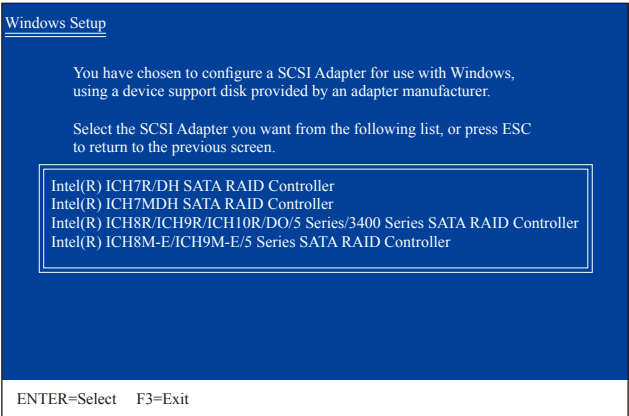

图2
放入存有SATA RAID/AHCI驱动程序的软盘并按下<S>键。当如图2的画面出现时，请选择「Intel(R) ICH8R/ICH9R/ICH10R/DO/5 Series/3400 Series SATA RAID Controller」再按<Enter>键，系统会从软盘中下载SATA驱动程序。